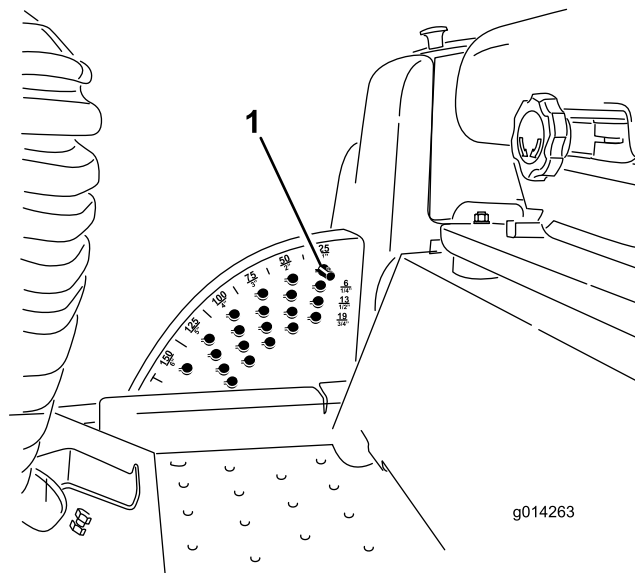

图16
注意 要将剪草机/附件锁定到升起位置应将刀盘升过 15cm 位置取下剪草高度限位销请参阅“调节剪草高度”然后将限位销置于 15cm 剪草高度位置图16。
1. 在发动机运行的同时向后推刀盘提升开关直至剪草机刀盘完全升起然后立即松开开关图16。
2. 要进行调节请旋转限位销直至销上的小块与剪草高度支架孔内的槽在一条线上然后取下限位销图16。
3. 选择剪草高度支架对应所需剪草高度的孔插入限位销将其向下旋转并锁定到位图16。
注意 共有四排孔的位置图16。最上面的一排是高于限位销的列明剪草高度。其下第二排的剪草高度为列明剪草高度加 6mm。其下第三排的剪草高度为列明剪草高度加 12mm。最下面一排的剪草高度为列明剪草高度加 18mm。15.8cm 位置仅有一个孔位于第二排。此孔不需添加 6mm 即可到达 15.8cm 的位置。